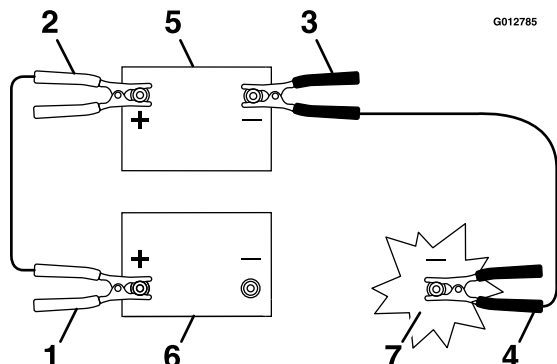

図 90
3. バッテリーのプラス+端子にプラス+バッテリーケーブルを取り付ける **図 90**。